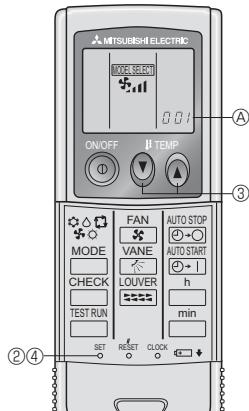

Fig. 6-6
3) Instellen (Fig. 6-6)
① Plaats de batterijen.
② Druk op de toets SET met een puntig voorwerp.